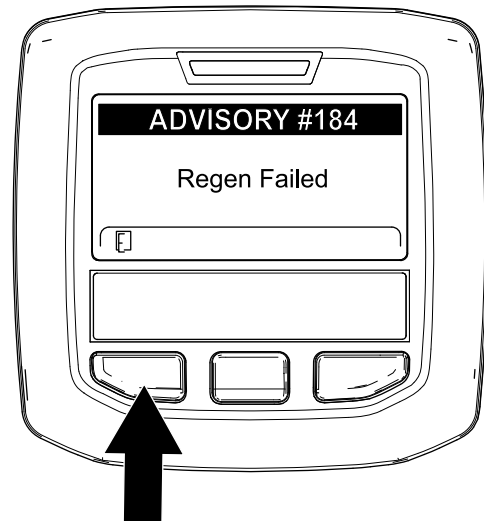

Figura 69
**Nota:** Si la regeneración no se completa, el InfoCenter muestra el Aviso N° 184 (Figura 69). Pulse el botón izquierdo para salir de la pantalla de inicio.